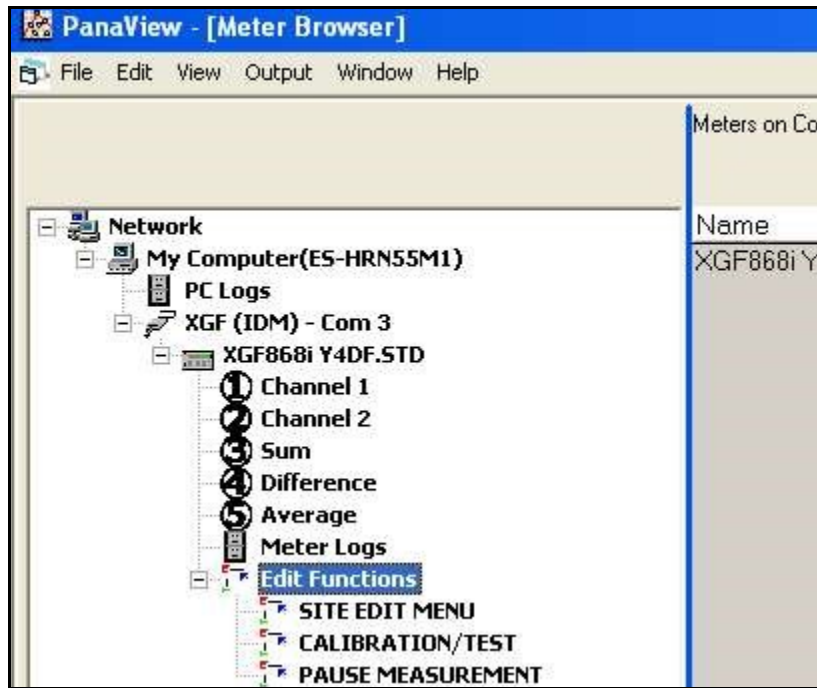

Figure 40: menus de l'option Edit Functions (Éditer les fonctions)
2. Développez l'option *Edit Functions* (Éditer les fonctions). La fenêtre se présente désormais comme illustré *Figure 40*.